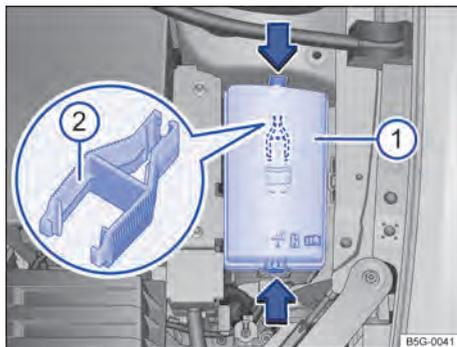

Fig. 217 No compartimento do motor: cobertura da caixa de fusíveis com pinça de plástico .
- Pressionar os botões de travamento no sentido da seta para destravar a cobertura da caixa de fusíveis ⇒ Fig. 217 .